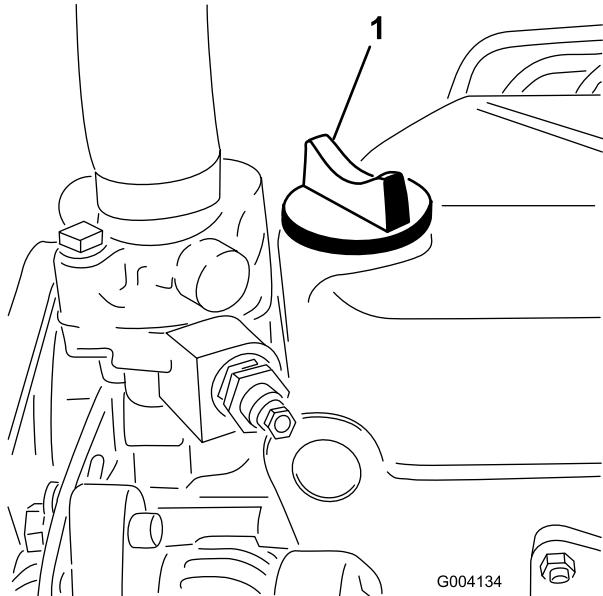

Figura 28
5. Se o nível de óleo se encontrar abaixo da marca Full (Cheio) da vareta, retire a tampa de enchimento (Figura 28) e adicione óleo até que o nível atinja a marca Full.